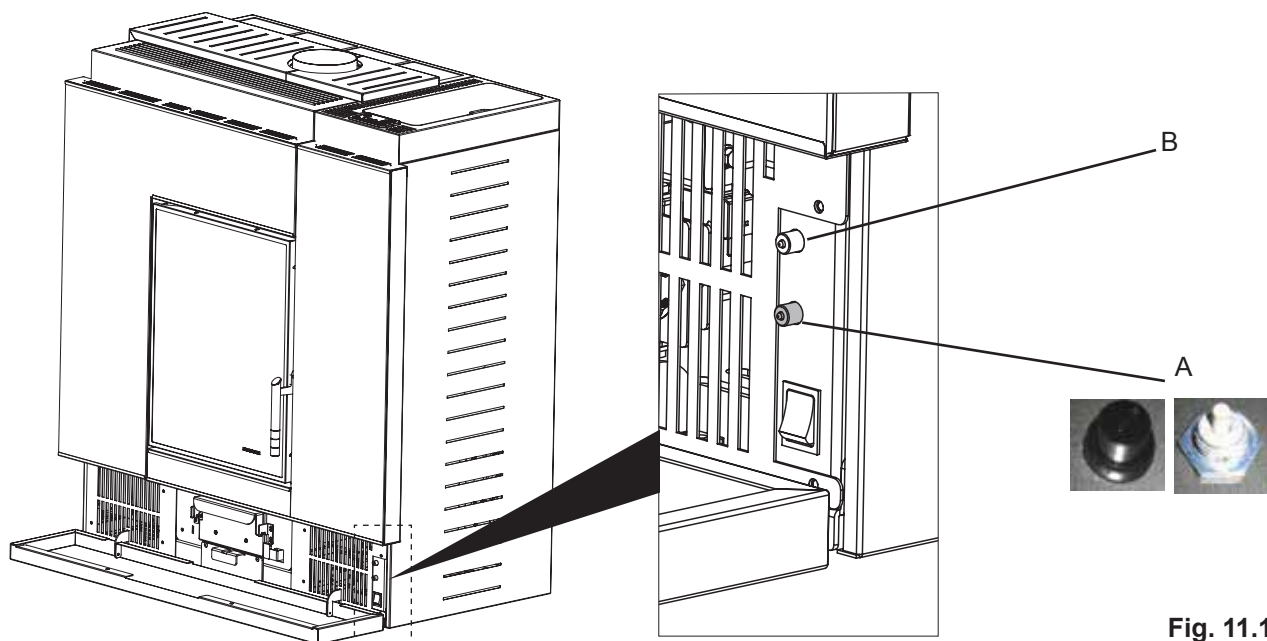

Fig. 11.1
Si el código de error es “E108”, puede ser necesario reactivar el termostato de restablecimiento manual (Fig. 11.1-A) desenroscando el tapón de protección y pulsando la tecla de restablecimiento.
- Durante la limpieza, pulsar cinco segundos el microinterruptor (Fig. 11.1 - B) manteniendo cerrada la puerta del hogar.